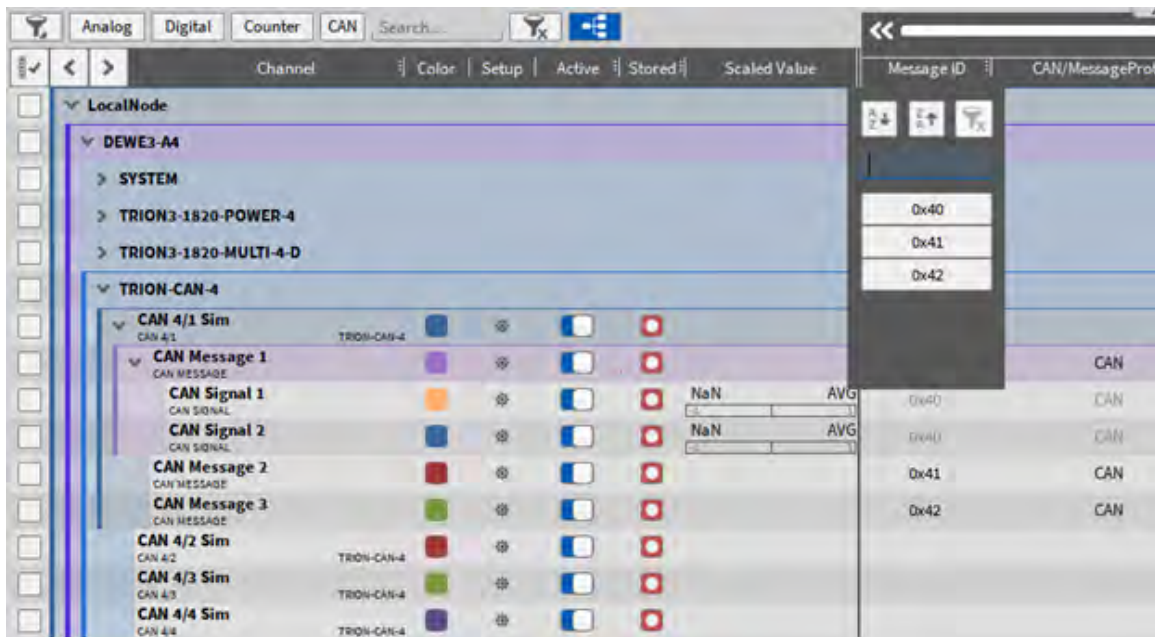

Fig. 4.54: CAN 报文 ID
- 在通道列表中，也可以过滤可用的 CAN 报文 ID，以获得更好的概览，或者只显示当前应用所需的 CAN 报文 (见 Fig. 4.54)。